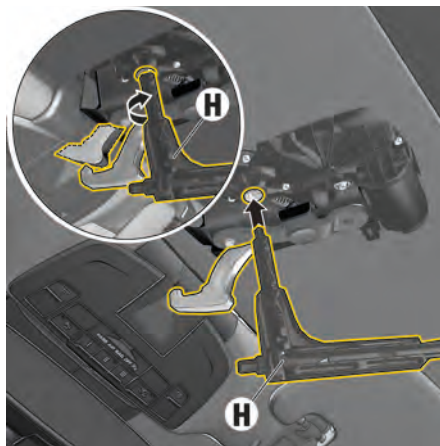

図 65：コンバーチブルトップのロック
6. コンバーチブルトップを完全に閉じる場合、ラッチフックがキャッチに完全に噛み合い、コンバーチブルトップが完全に閉じるまで、キーHを時計回りに回してください(図65を回すときに抵抗を感じます)。